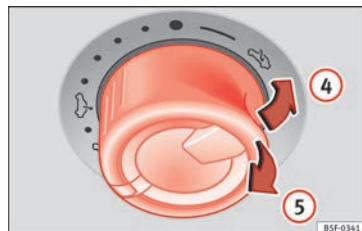

Fig. 42 Nel tettuccio interno: girare il comando per sollevare il tettuccio e chiuderlo.
- Prima che siano trascorsi circa 5 secondi dall'attivazione della funzione antischiacciamento, tirare l'interruttore » fig. 42 ⑤ fino alla chiusura completa del tettuccio scorrevole e del deflettore.